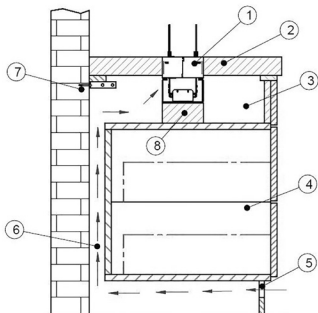

Рис. 1. Пример шкафа с выдвижным ящиком
- Место под корпусом Quadra Inside Automatic I SL или II SL (пространство внутри корпуса, рис. 1) запрещается использовать для хранения каких-либо предметов. Пространство под корпусом и пространство внутри корпуса необходимо отделить одно от другого дном и задней стенкой.